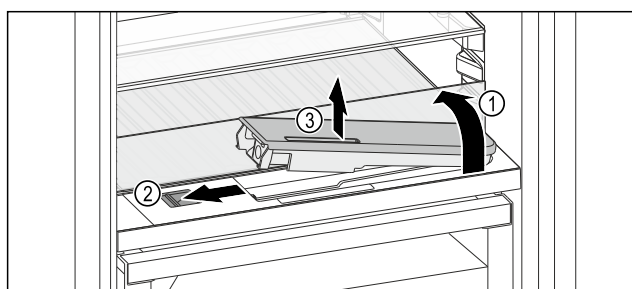

Fig. 230
- ▶ 抬起玻璃隔板，将其向后翻转至止挡 Fig. 230 (1)。
- ▶ 向左推滑块 Fig. 230 (2)。
- ▶ 取出水箱 Fig. 230 (3)。